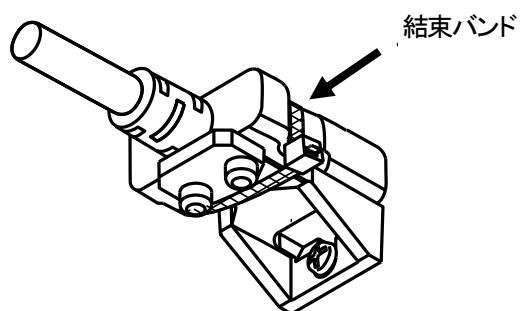

図 4-7
- B3)ケーブル抜け止め B と HDMI ケーブルを付属または適切な長さの結束バンドで巻きつけ、HDMI ケーブルを固定します。結束バンドの余分を切除してください。(図 4-7)